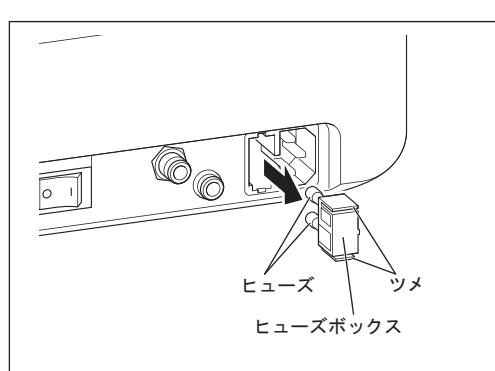

図63
- 3) コントロールユニット背面にあるヒューズボックスのツメを内側に押しながら引き抜きます（図63）。